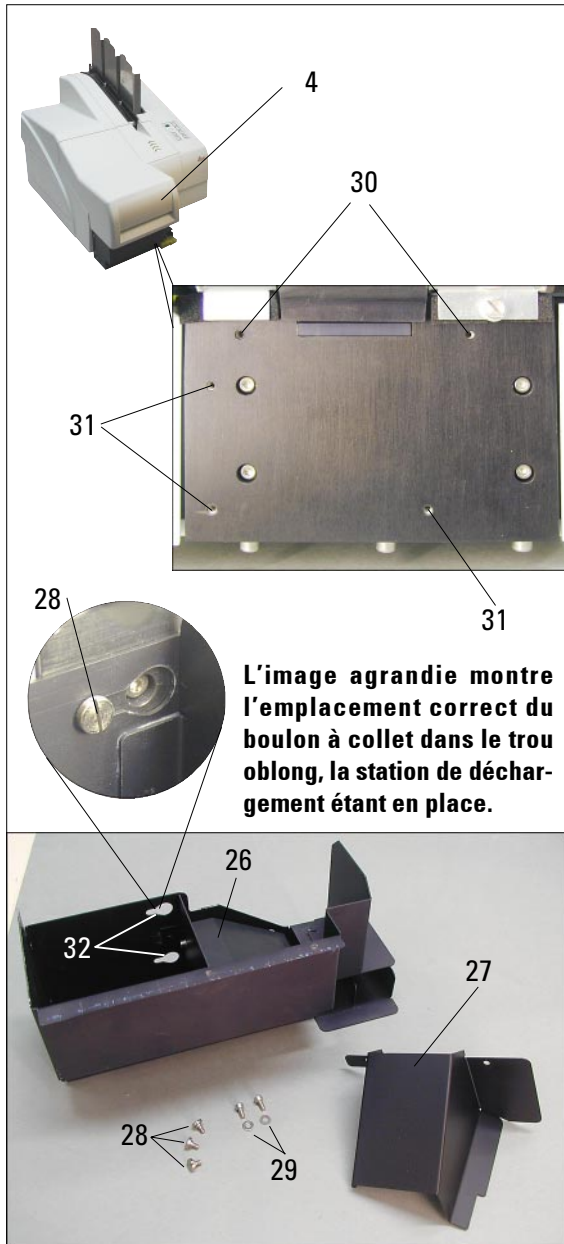

Fig. 8
Le système de retrait manuel décrit au chapitre 4.4 ne doit pas être monté avant la mise en place de l'imprimante. Il faut également retirer les boulons à collet (n° 28 de la fig. 8).
- Rabattre le capot (n° 4 de la fig. 8) vers le haut afin de pouvoir accéder au réflecteur.
- Desserrer la vis (39) en la tournant ; faire attention à la rondelle (41) (utiliser le tournevis compris dans le kit d'outils fourni).